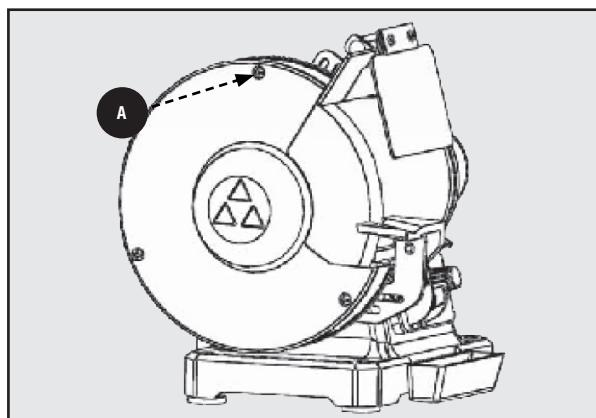

Figure 4
1. Retirez les deux vis A en retenant la face externe du carter de meule contre le cadre de l'outil. Vous devrez également retirer le long boulon de carrosserie qui fixe le support du porte-outil en retirant le grand bouton de verrouillage inférieur. Voir Figure 4.
4. Réattachez et fixez le fait extérieur de la protection des roues au cadre de l'outil à l'aide des vis A en inversant l'étape 1. Voir la Figure 4.
Pour les étapes 1-4, consultez les Figures 4 et 5 sur la page 11 :